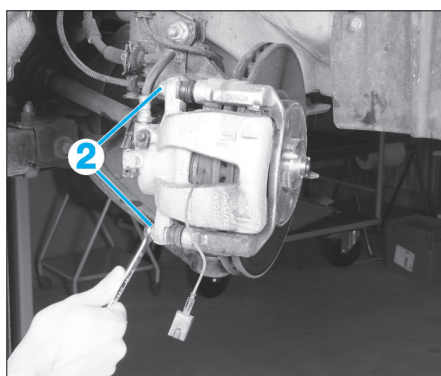

Fig. 2
- Déposer les vis de fixation (2) (Fig.2).